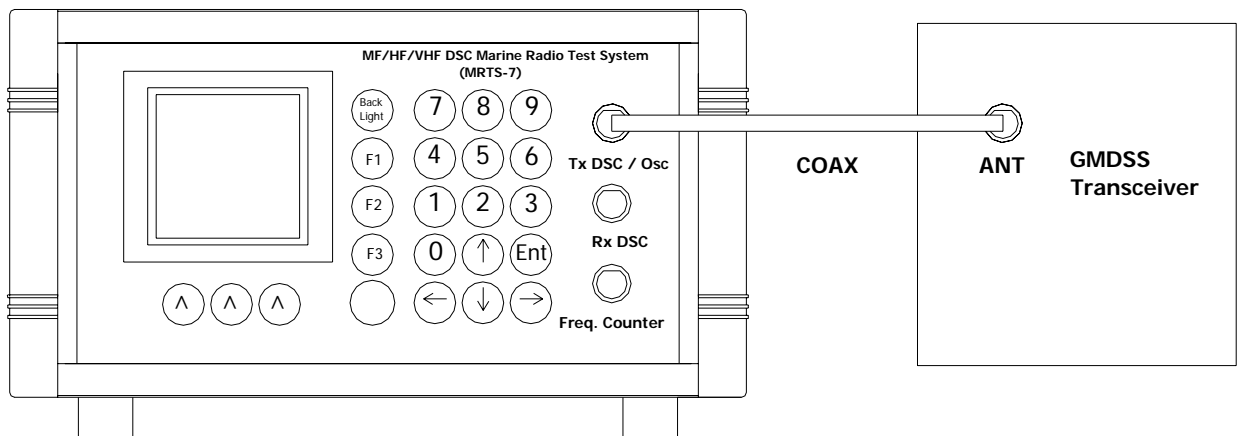

Рисунок 6.1
6.2 Передача ЦИВ сообщений формата DISTRESS /БЕДСТВОИЕ на ПВ, КВ или УКВ См. Рис.6.1.